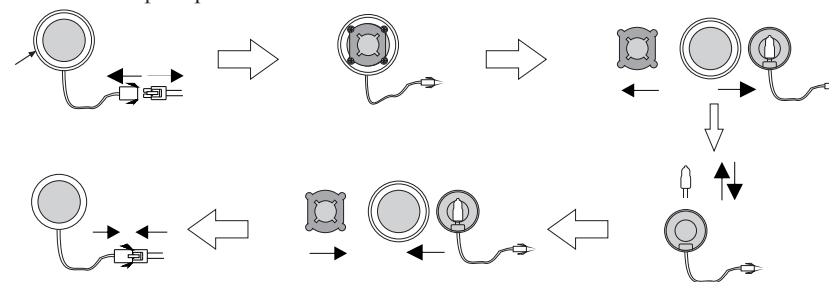
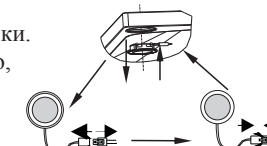

Рисунок 1
Рисунок 2
Заміна галогенної або звичайної лампочки (Рисунок 1)
Заміна лампочки зі світлодіодом (Рисунок 2)
2. Потягніть донизу корпус алюмінієвого фільтра, дивіться рисунок 1. Відкрийте в напрямку, вказаному стрілкою, дивіться рисунок 2. Витягніть фільтр, дивіться рисунок 3.
2. Установлюйте кухонну витяжку прямо над плитою. Рекомендована відстань між плитою та нижнім краєм кухонної витяжки становить: мінімальна – 650 мм; максимальна – 700 мм (Рисунок 2).